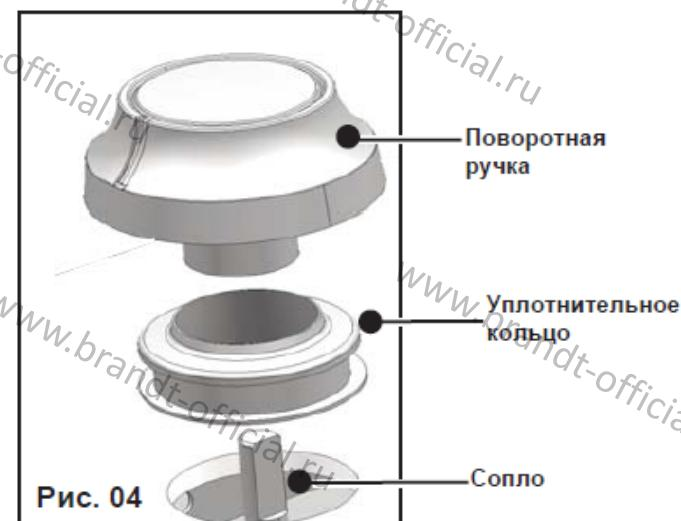

Рис. 04
• **Настройка ретардеров на соплах:** они расположены под поворотными ручками (Рис. 04).